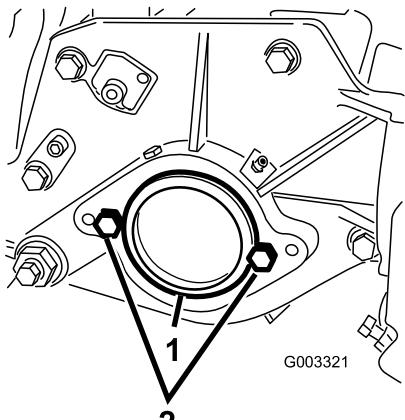

Figura 7
2. En el extremo derecho de la unidad de corte, retire el tapón de plástico del alojamiento del cojínete (Figura 7).
3. Retire los 2 tornillos de caperuza de la chapa lateral derecha (Figura 7).
2. Tornillo de caperuza (2)
5. Instale provisionalmente los 2 tornillos de caperuza de montaje del motor del molinete a la chapa lateral izquierda de la unidad de corte (Figura 7).